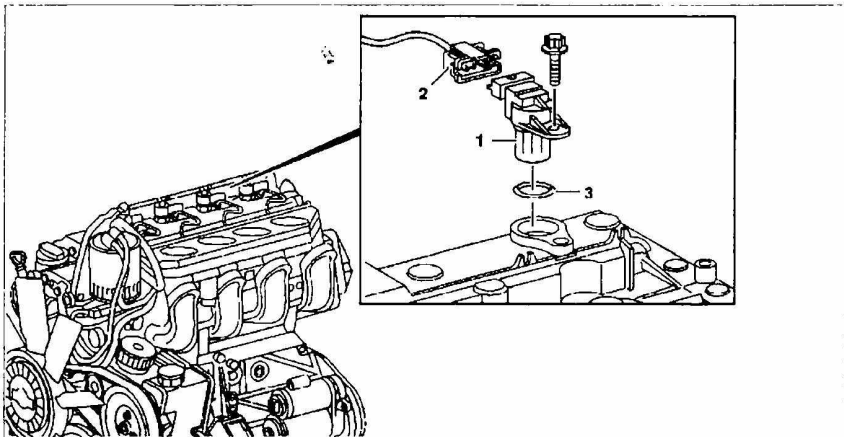

Рис. 28. Снятие и установка датчика положения распределительного вала:
3. Отсоедините разъем проводки 2 от датчика положения распределительного вала 1 (рис. 28).